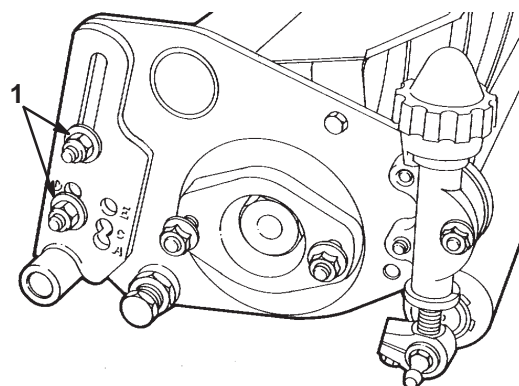

Figure 4
4. Après avoir positionné les boulons dans les trous correspondant à la hauteur de coupe voulue, posez les rondelles plates et les écrous et serrez fermement les vis de montage du rouleau arrière droit (Fig. 4).